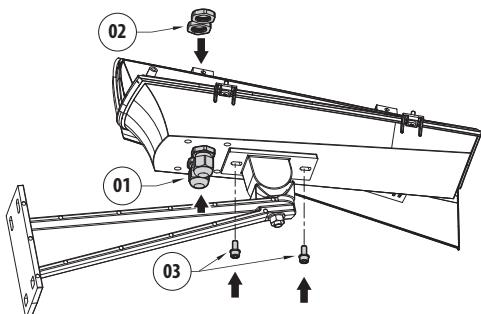

Fig. 04
Befestigen Sie die Kabelschellen (Fig. 04, Seite 7) in die angegebene Richtung (01), wobei darauf zu achten ist, dass die Muttern (02) fest angezogen werden. Befestigen Sie das Gehäuse an Halterung mit den 2-mit der Halterung gelieferten- Schrauben (03). Fügen Sie etwas Schraubensicherungskleber auf die Schraubenlöcher (wie Loctite 243). Die Kabelschellen sind für Kabeldurchmesser von 5 bis 10mm geeignet.